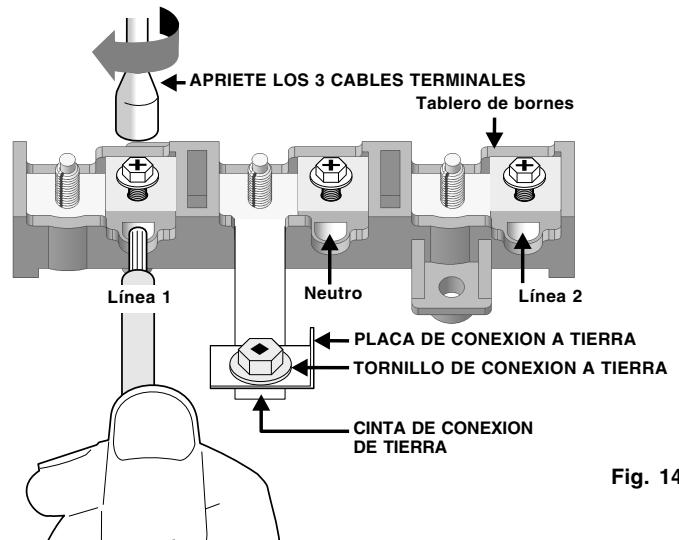

Fig. 14
- (Conexiones permanentes trifilares y tetrafilares)** Desfore el aislamiento de los extremos del cableado permanente para la Línea 1, Línea 2, Neutro (además desfore el alambre de conexión a tierra en las conexiones tetrafilares). Apriete los 3 conductores hacia el tablero de bornes (Siga las ubicaciones de los alambres que se muestran en la Fig. 14).